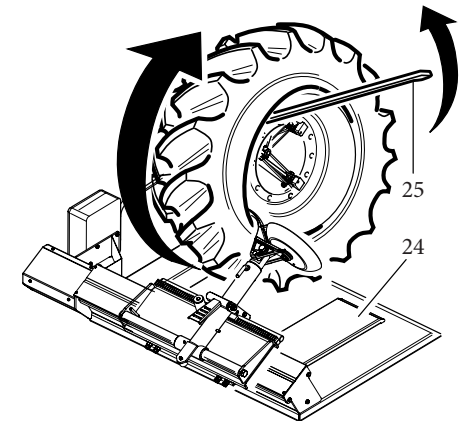

fig.34
- » Ribaltare il braccio portautensile (6) (fig.22) e portarlo sulla parte anteriore del pneumatico premendo il pedale (12) (fig.22). Agendo sulla spina (10) (fig.22) e facendo basculare l'utensile (14) (fig.22) in posizione 2, riagganciare il braccio portautensile al carrello. Con l'apposito manipolatore portare l'utensile (avvicinandolo) contro il pneumatico, fino al completo aggancio del tallone (fig. 34). Effettuata l'operazione, mettere in tensione il pneumatico allontanando il cerchione dall'utensile, facendo in modo che il tallone entri nel canale
- » Inserire l'apposita leva (25) (fig.34) fra tallone e cerchione sulla destra dell'utensile, in modo che il tallone rimanga sull'utensile. Spostare l'utensile all'esterno con l'apposito riferimento a filo bordo del cerchione; riavvicinare il cerchione (fig.34) fino alla completa fuoriuscita del tallone anteriore. Appoggiare la ruota sull'apposita pedana carrello (24) (fig.34) ottenendo così lo spazio necessario per togliere agevolmente la camera d'aria.
- » Tilt the tool arm (6, fig. 22) and move it to the back of the tyre pressing the pedal (12, fig. 22). Using the lever (10, fig. 22) swing the tool (14, fig. 22) into position 2 then re-attach the tool arm to the trolley. Use the control to move the tool against the tyre with the control until the bead is hooked on (fig. 34). Put the tyre into tension moving the rim away from the tool so that the bead enters the channel.
- » Insert the special lever (25, fig. 34) between the rim and bead to the right of the tool to ensure that the bead remains on the tool. Move the tool towards the outside with reference to the rim edge. Move the rim towards the tool again (fig. 34) until the front bead has completely come out. Rest the wheel on the trolley platform (24, fig. 34) to obtain working space for the easy removal of the inner tube.
- » Culbuter le bras porte-outil (6, Fig. 22) et le porter sur la partie avant du pneu en pressant sur la pédale (12, Fig. 22). En agissant sur la goupille (10, Fig.22) et en faisant basculer l'outil (14, Fig.22) en position 2 raccrocher le bras porte-outil au chariot. Approcher l'outil au pneu moyennant le manipulateur jusqu'au complet accrochage du talon (Fig.34). Après cette opération mettre en tension le pneu en éloignant la jante de l'outil et en faisant rentrer le talon dans le creux.
- » Introduire le levier prévu (25)( Fig.34) entre le talon et la jante à la droite de l'outil de façon à ce que le talon reste sur l'outil. Déplacer l'outil vers l'extérieur par la référence prévue au fil du bord de la jante, rapprocher la jante (Fig.34) jusqu'à la complète sortie du talon avant. Appuyer la roue sur la plate-forme du chariot (24 Fig.34) obtenant ainsi l'espace nécessaire pour ôter facilement la chambre à air.
- » Den Werkzeugträgerarm kippen (6) (Abb. 22) und durch Pedaldruck auf die Vorderseite des Reifens bringen (12) (Abb. 22). Durch Einwirken auf den Zapfen (10) (Abb. 22) und Einstellung des Geräts (14) (Abb. 22) auf Position 2 den Geräteträgerarm wieder am Schlitten festhaken. Mit dem entsprechenden Taster das Gerät dem Reifen nähern, bis der Wulst vollständig angehängt ist (Abb. 34). Nach Beendigung dieses Vorgangs den Reifen durch Entfernen des Felgens vom Gerät anspannen und so den Wulst in den Kanal eintreten lassen.
- » Den entsprechenden Hebel (25) (Abb. 34) auf der rechten Seite des Geräts derart zwischen Wulst und Felgen setzen, daß der Wulst auf dem Gerät bleibt. Das Gerät auf gleicher Höhe des Felgenreands nach außen schieben, den Felgen (Abb. 34) bis zum vollständigen Heraustreten des vorderen Wulstes annähern. Das Rad auf dem Fußbrett des Schlittens aufsetzen (24) (Abb. 34), wodurch der notwendige Spielraum für ein leichtes Entfernen der Luftkammer entsteht.
- » Volcar el brazo portaherramientas (6) (Fig.22) y llevarlo sobre la parte delantera del neumático apretando el pedal (12) (Fig. 22). Actuando sobre la clavija (10) (Fig. 22) y haciendo bascular el utensilio (14) (Fig. 22) en la posición 2, enganchar nuevamente el brazo portaherramientas al carro. Acercar el utensilio al neumático con el manipulador especial hasta que el talón se enganche completamente (Fig.34). Realizada esta operación, tender el neumático apartando la llanta del utensilio de manera que el talón entre en el canal.
- » Introducir la palanca especial (25) (Fig. 34) entre talón y llanta a la derecha del utensilio de modo que el talón permanezca sobre el utensilio mismo. Apartar el utensilio hacia el exterior con el apropiado hilo borde de la llanta: acercar nuevamente la llanta (Fig. 34) hasta la total salida del talón delantero. Apoyar la rueda sobre la especial plataforma con carro (24) (Fig. 34), obteniendo así el espacio útil para quitar fácilmente la cámara de aire.